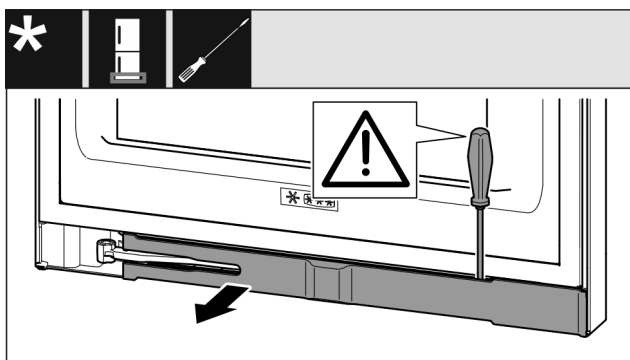

Fig. 13
- ▶ При помощи шлицевой отвертки отцепите накладку и отведите ее в сторону. (см. Fig. 13)